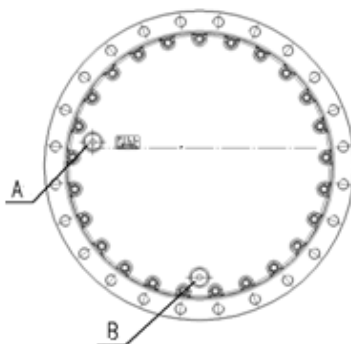

Рисунок 5. 16 Гусеничный редуктор
- ▶ Установите сливное отверстие (В) и отверстие для заполнения/проверки (А) в положение, показанное на рисунке справа. Убедитесь, что заправочное/контрольное отверстие (А) и сливное отверстие (В) расположены перпендикулярно поверхности основания см. рис. Рисунок 5. 16.